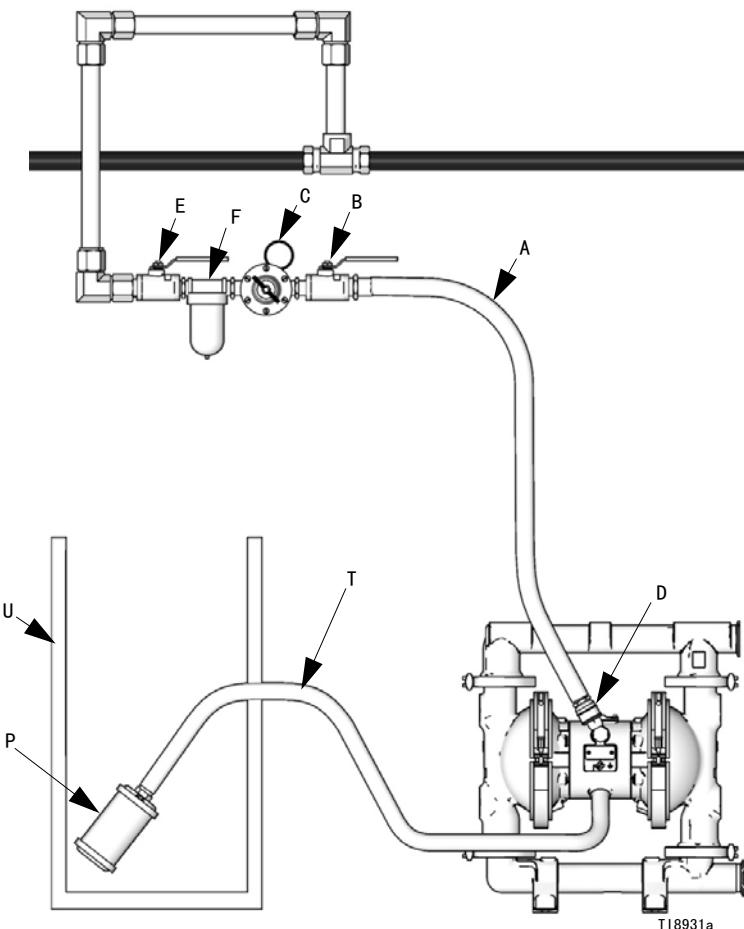

图 4 排出废气
1. 从泵排气接口上卸下消声器 (P)。
2. 安装一条接地的排气软管 (T) 并将消声器 (P) 与软管的另一头连接。排气软管的最小尺寸为 3/4 英寸 (19 毫米) 内径。如果需要软管长度超过 15 英尺 (4.57 米)，则应使用大直径的软管。避免软管突然弯转或打结。
3. 将一个容器 (U) 放在排气管路的端头，以防万一隔膜破裂时可接住流体。见图 4。